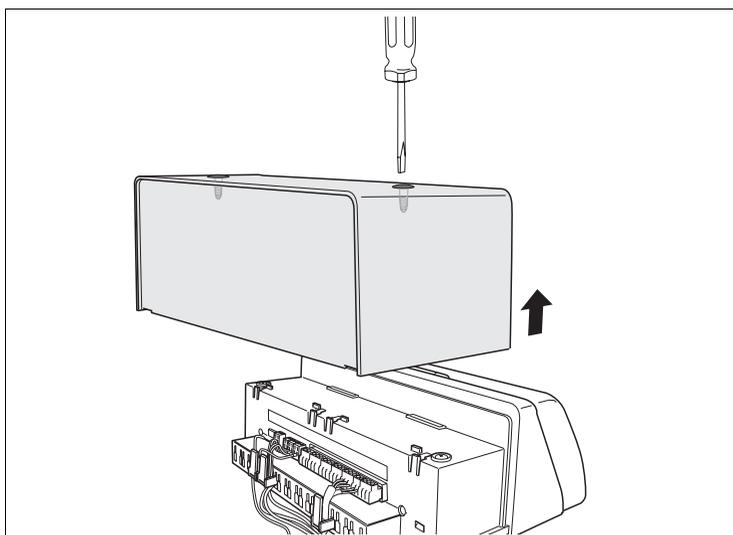

Fig. 5 Rimozione del pannello di copertura
- Allentare le due viti sul lato superiore del pannello di copertura (fig. 5).